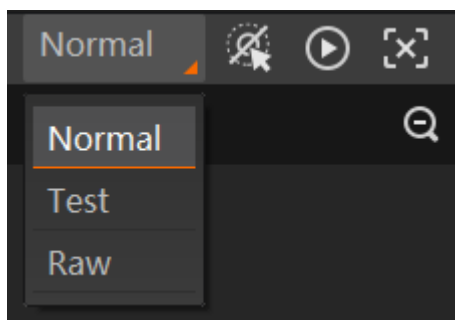

图3-6 运行模式设置
- 通过“预览窗口”区域右上方下拉选择设备的运行模式，运行模式分为 Test、Normal、Raw 3 种，如图 3-6 所示，具体介绍详见 8 运行模式章节。